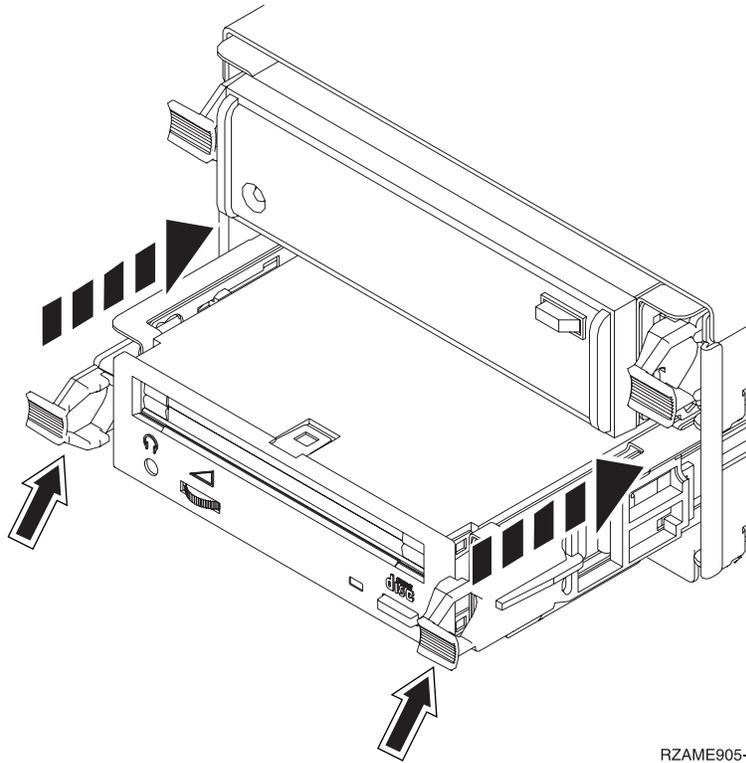

Figura 4. Instalación de dispositivos de medio extraíble
- ___ 13. Observe la Figura 4 en la página 14 y alinee el dispositivo en el lugar que ocupaba el frontal de relleno.